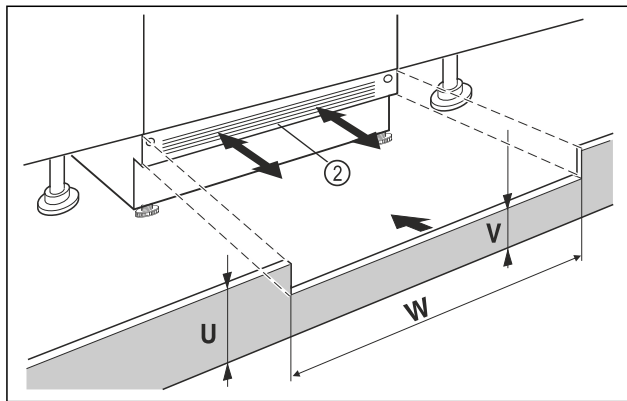

Fig. 12 Примерное изображение
- ▶ Установите цокольную панель устройства Fig. 12 (2), но еще не фиксируйте ее.
- ▶ Если цокольную панель Fig. 12 (2) видно, потяните её вперед настолько, пока передний край вентиляционной решетки не станет вровень с цокольной панелью мебели.
- ▶ Если цокольная панель Fig. 12 (2) скрыта, сдвиньте её назад как можно дальше.
- ▶ Вентиляционное отверстие должно быть полностью открытым: При необходимости следует подрезать цокольную панель мебели по высоте Fig. 12 (U)!
- ▷ Подгоните высоту перемычки Fig. 12 (W) по всей ширине ниши Fig. 12 (V) под цокольную панелью устройства Fig. 12 (2).